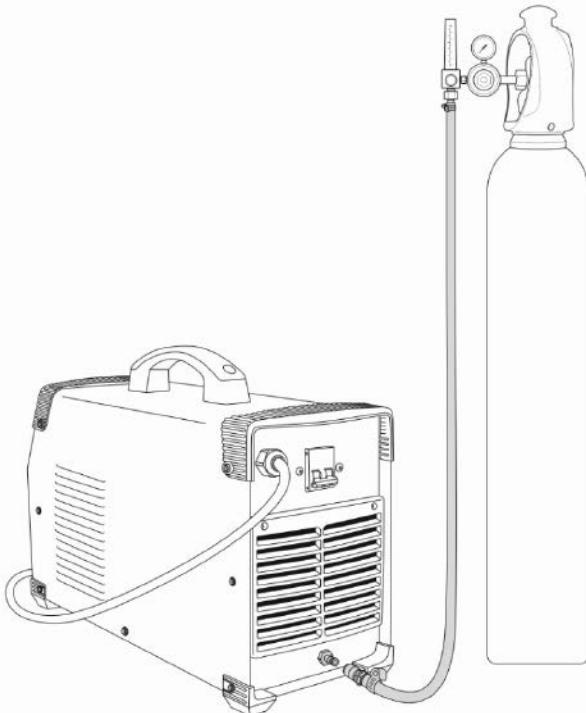

Рис. 8.0.3. Подключение защитного газа.
1. Подсоедините газовый рукав к газовому разъёму аппарата и к регулятору расхода газа присоединенному к баллону. При подключении баллон и регулятор расхода газа должны быть закрыты. Система газоснабжения, состоящая из газового баллона, регулятора расхода защитного газа и газового рукава должна иметь плотные соединения (используйте винтовые хомуты), чтобы обеспечить надежную подачу газа и защиту сварочного шва (см. рис. 8.0.3).